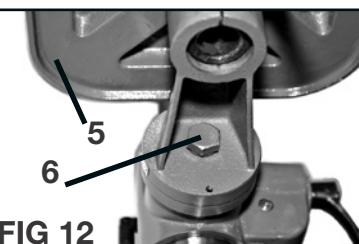

FIG 12
Réglage de la table de biseau (FIG 12, 13)
- Insérez une mèche de perceuse de 3 po (76 mm) (1) dans le mandrin (2) et serrez.
- Élevez la table (3) et verrouillez-la à environ 1 po (25 mm) du bout de la mèche de la perceuse.
- Placez une équerre combinée (4) sur la table comme illustré. La mèche de la perceuse doit être parallèle au bord droit de l'équerre.
- Si un réglage est nécessaire, desserrez le boulon de verrouillage de l'inclinaison (6-FIG 12) au moyen d'une clé.
- Serrez le boulon de verrouillage de l'inclinaison (6-FIG 12) une fois que la table est à angle droit.